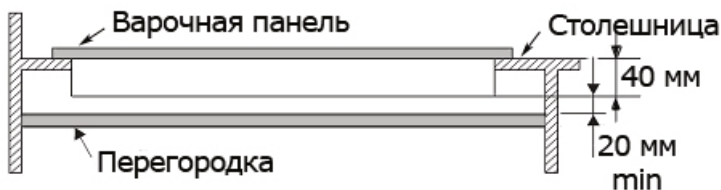

Рис. 7. Положение перегородки
7. Если под варочной панелью не устанавливается духовка, мы рекомендуем Вам установить под прибором перегородку, чтобы перекрыть доступ к нижней стороне варочной панели. Эта изолирующая перегородка должна располагаться на расстоянии не менее 20 мм от основания варочной панели (рис. 7). Перегородка BG 00 000-01 РЭ